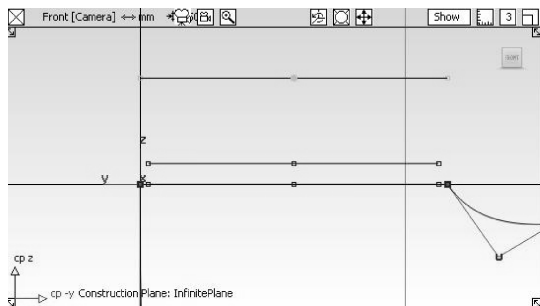

图 4-115 复制并移动曲线
- 45 选择【Pick nothing】工具,取消对曲线的选择。选择【Pick object】工具,选择瓶口的圆弧曲线,然后执行菜单栏中【Edit】|【Copy】命令,再执行菜单栏中【Edit】|【Paste】命令,复制一条圆弧。选择【Move】工具,在【Front】正交视窗中,按住鼠标右键在空白处拖动,将曲线移动到如图4-115所示的位置。